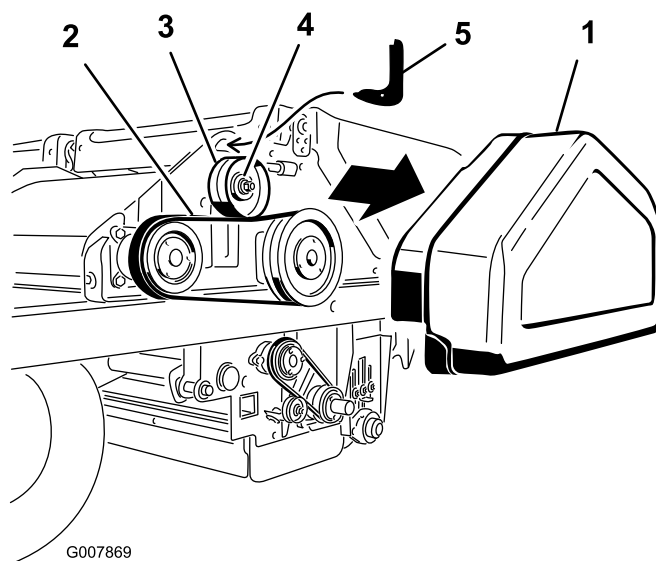

Рисунок 58
1. Снимите кожух ремня (Рисунок 58).
2. Ослабьте гайку на натяжном шкиве (Рисунок 58).
3. Вставьте крючок инструмента для натяжения ремня в отверстие над натяжным шкивом (Рисунок 58).
5. Вставьте поводок динамометрического ключа на 1/2 дюйма в отверстие в инструменте для натяжения ремня (Рисунок 58).
6. Поворачивайте инструмент на себя до достижения крутящего момента 345 кПа, после чего, сохраняя крутящий момент, затяните гайку натяжного шкива (Рисунок 58).